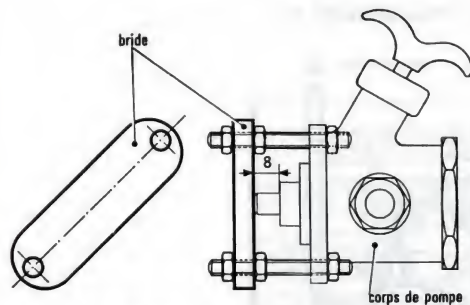

Fig. 3. — Montage pour essais de pompes d'alimentation S.I.G.M.A.
- 2° Maintenir le poussoir à l'aide d'une bride spéciale (fig. 3).